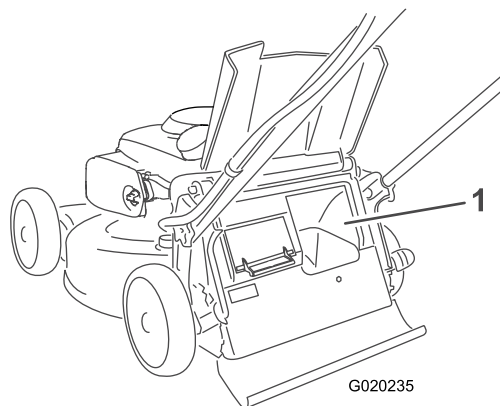

**Figura 20**
- Para ensacar los recortes de hierba y hojas, presione hacia dentro el botón de la palanca de ensacado a demanda y mueva la palanca hacia delante hasta que salga el botón de la palanca (Figura 20).